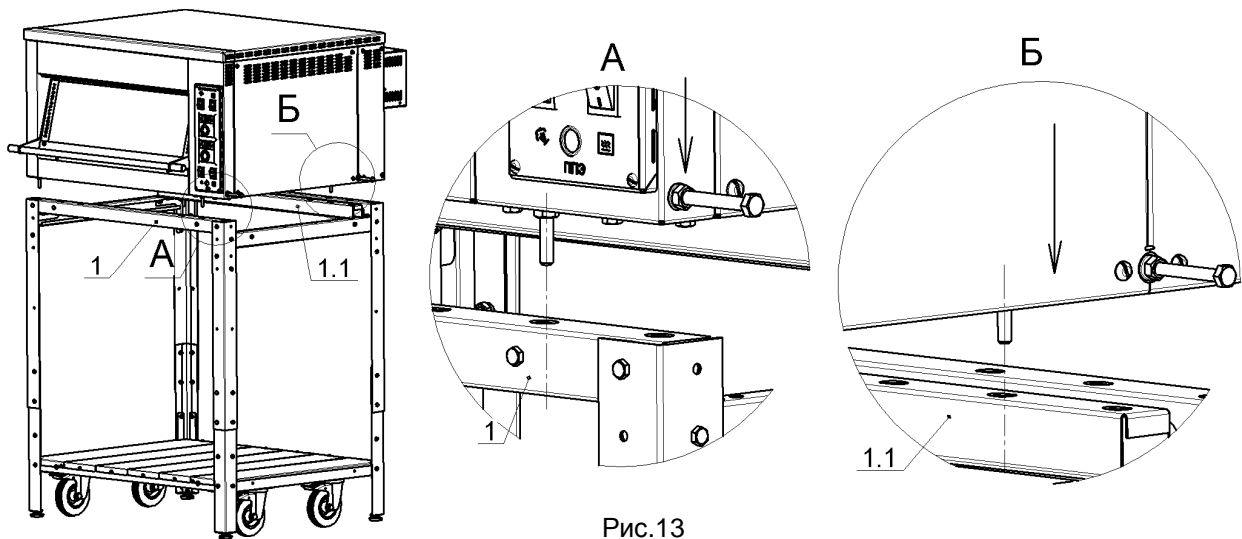

Рис.13
13. Установить печь на подставку так, чтобы концы 4-х шпилек М8 на углах печи попали в отверстия профилей лицевых, верхних, поз.1, как показано на рис.13: